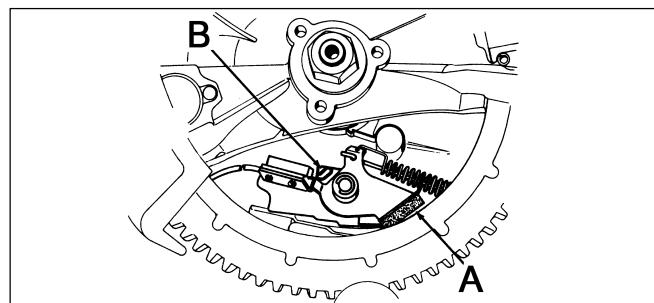

Fig. 1
- Pour arrêter le moteur (Fig. 1) en position de "stop" le patin du frein est pressé contre le bord interne du volant (A); en même temps le système d'allumage est raccordé à la masse (B).